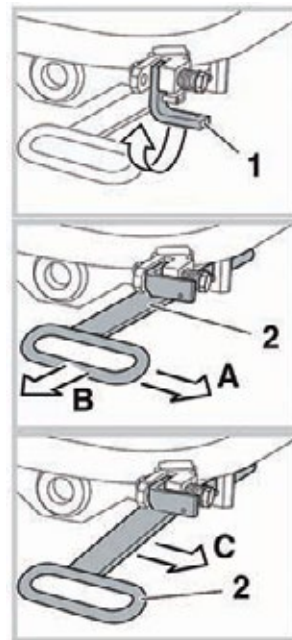

fig. 5
- Sollevare la levetta di sicurezza 1 (fig.5).
- Spostare la leva a mano 2 in avanti in posizione A (sganciare il blocco). Estrarre a strappo la leva a mano 2 fino a fine corsa in posizione B (fig.5).
- Spostare in avanti in posizione C la leva a mano 2 estratta e agganciarla al bordo del piatto ralla (fig.5).
- Soulever le levier de sécurité 1 (fig.5).
- Déplacer le levier à main 2 en avant en position A (décocher le verrouillage). Extraire en tirant le levier à main 2 jusqu'au fin de course en position B (fig.5).
- Déplacer en avant en position C le levier à main 2 extrait et l'accrocher au bord du plateau crapaudine (fig.5).